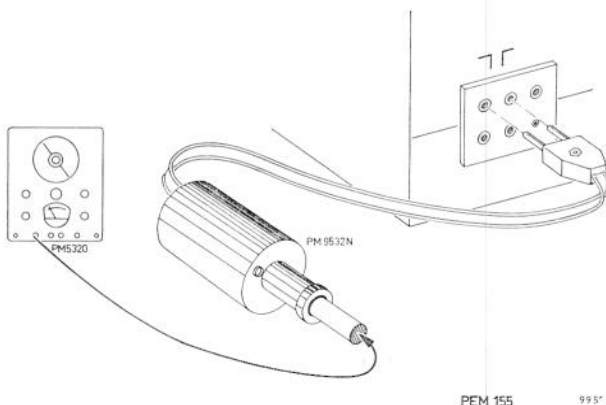

Fig. 25. Aansluitingen voor het afregelen van de h.f.- en oscillatorkringen
2. Verbind de generator PM 5320 via de bijbehorende impedantietransformator met de FM-antennebussen (fig. 25).